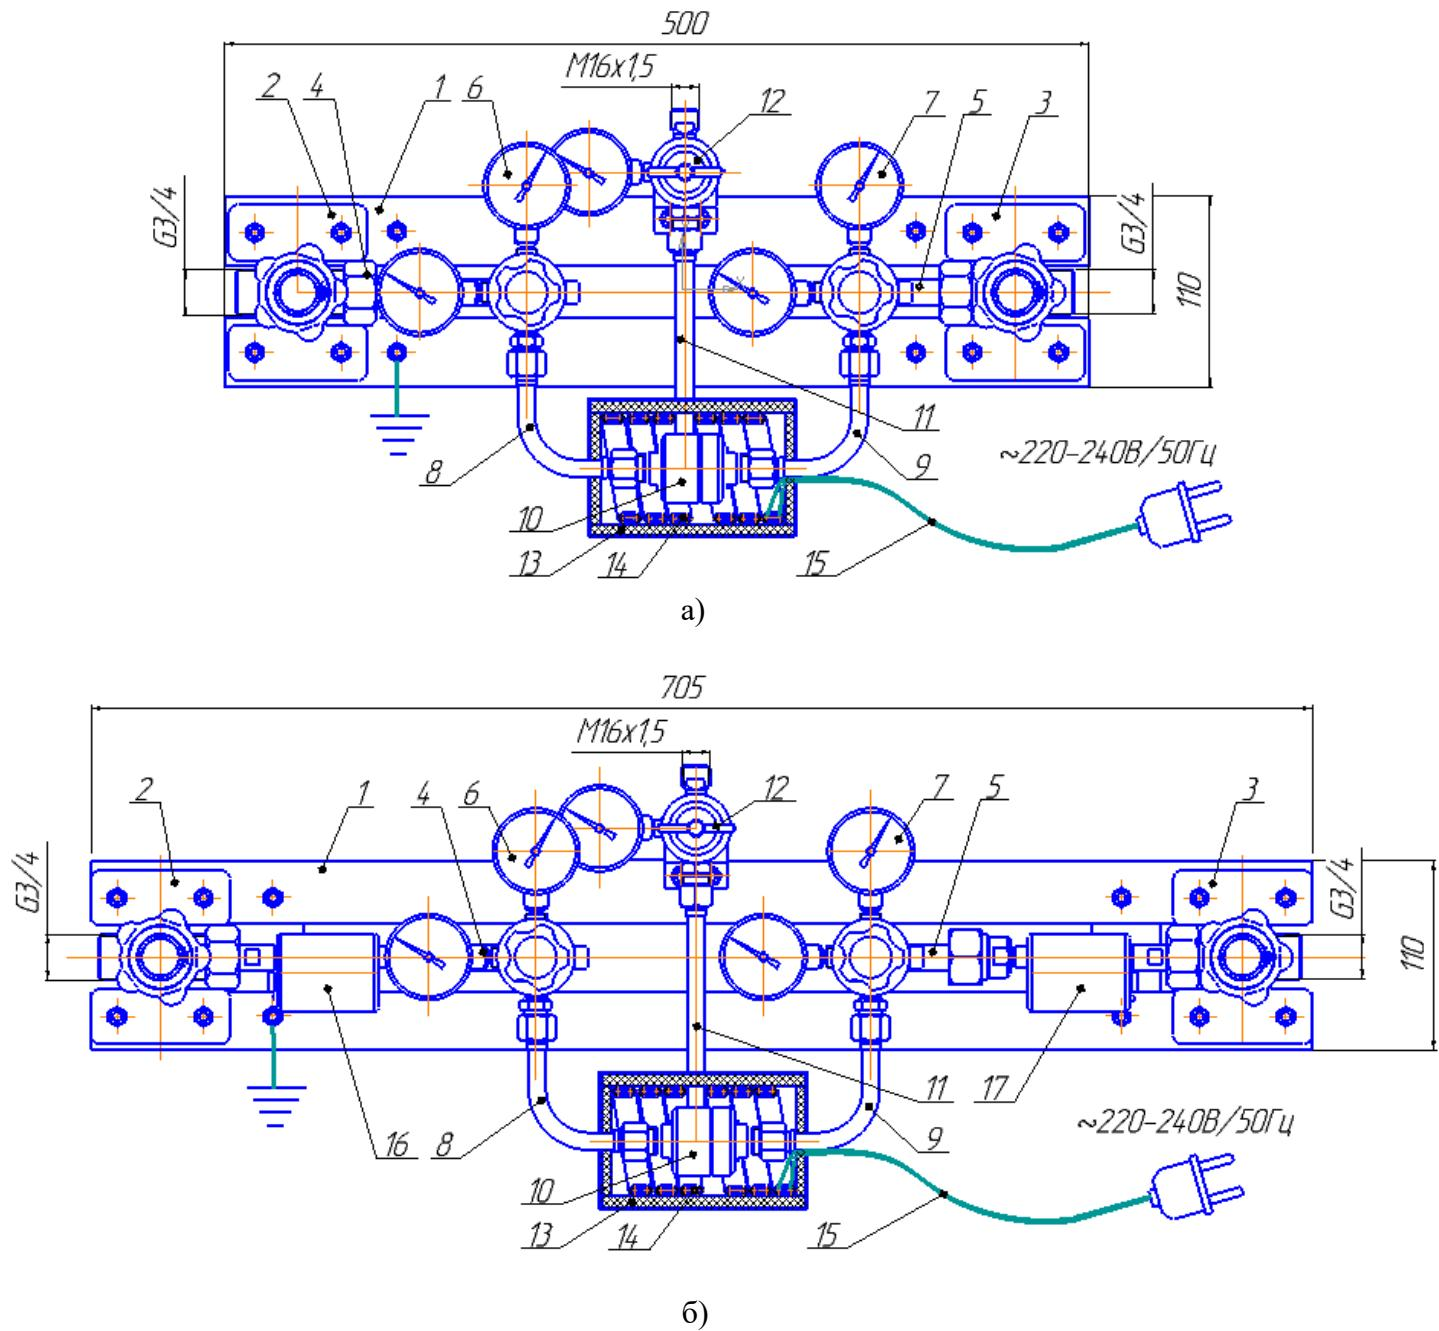

Рис.1 Щит автопереключения плеч перепускных газовых рамп.
4.2.1 В зависимости от условий эксплуатации щиты выполняются без подогрева газа (Рис.1а) или с установкой универсальных подогревателей газа 16,17 расположенных между запорными клапанами 2,3 и редукторами 6,7, а также дополнительным подогревом пневмопреключателя 10 посредством нагревательного саморегулирующего кабеля 14, расположенного внутри термооболочки 13. (Рис. 1б).